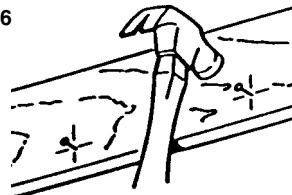

FIG. 7
4. Hang unit from nails. Use measuring guides on corners of housing to check if unit will be flush with finished ceiling. Pound nails tight. For wide joist centers: A #8 x 3/8 self-tapping screw can be used to join extended brackets together and create a rigid mount. To ensure a noise-free mount, crimp the bracket channels tightly around mounting brackets. (FIG. 7)
4. Cuelgue la unidad en los clavos. Use las guías de medida en las esquinas de la caja para comprobar si la unidad está a nivel con el cielo raso acabado. Clave los clavos completamente. Si existen centros de viga anchos: se puede usar un tornillo autoenroscable #8 x 3/8 para unir los soportes extendidos y crear una superficie de montaje rígida. Para asegurar un montaje sin ruidos, doble los canales de los soportes fuertemente alrededor de los soportes de montaje. (FIG. 7)